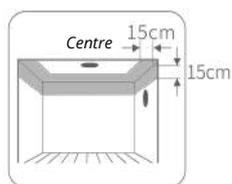

Figure 1
- Ne pas coller le détecteur au mur ou en coin (cf. Figure 1 & 2 du manuel)